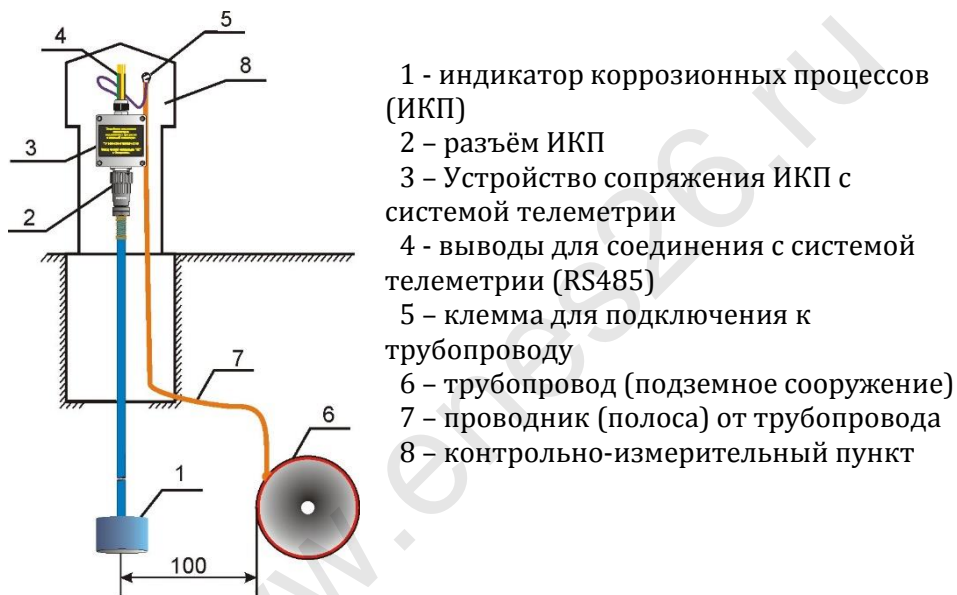

Рис. 2
7.1 Устройство предназначено для размещения в закрытых помещениях (объемах) с естественной вентиляцией без искусственно регулируемых климатических условий, где колебания температуры и влажности воздуха и воздействие песка и пыли существенно меньше, чем на открытом воздухе, (категория размещения 3 по ГОСТ 15150-69). Рекомендуется размещать Устройство в контрольно-измерительном пункте – рис.2.